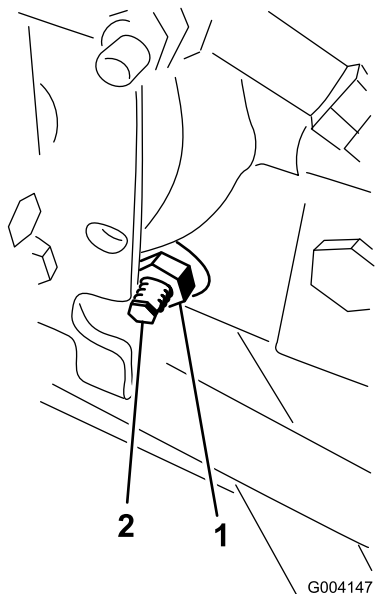

Figura 58
3. No lado direito do hidrostato, solte a porca de bloqueio no excêntrico de ajuste da tração (Figura 58).